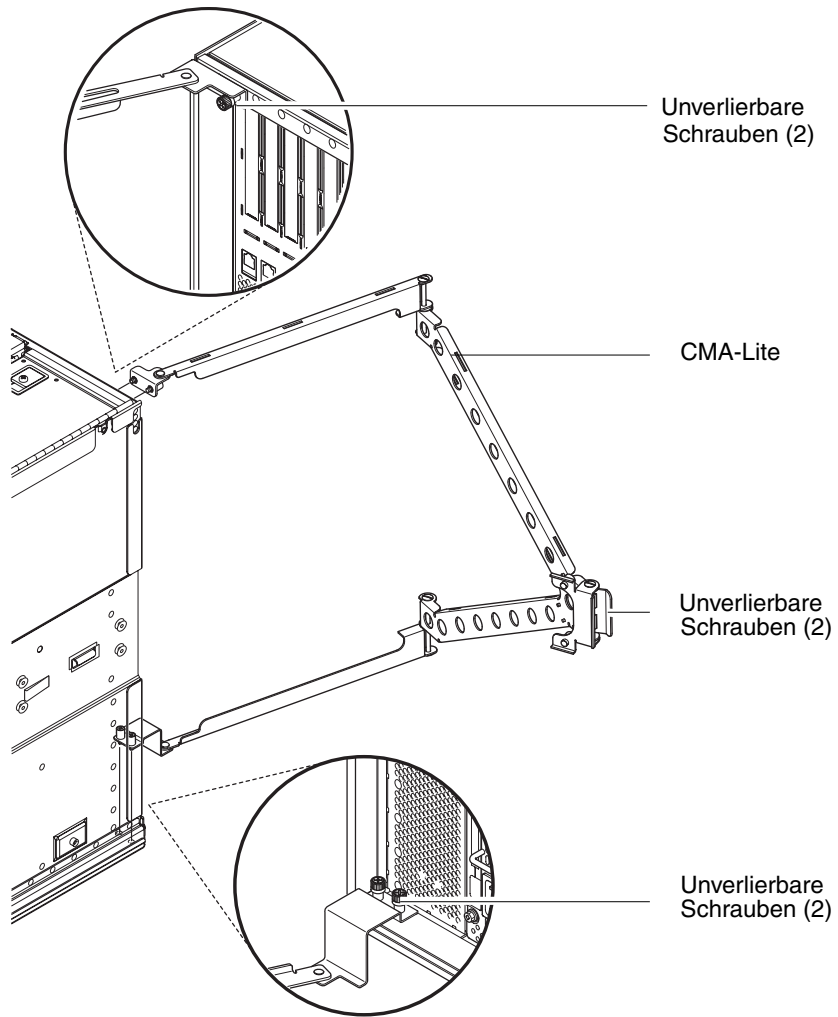

ABBILDUNG 1-18 Kabelführungsarm CMA-Lite
1. Befestigen Sie das Drehgelenk, das sich am Ende des oberen Arms befindet, mit zwei unverlierbaren Schrauben oben an der Serverrückseite (ABBILDUNG 1-18).